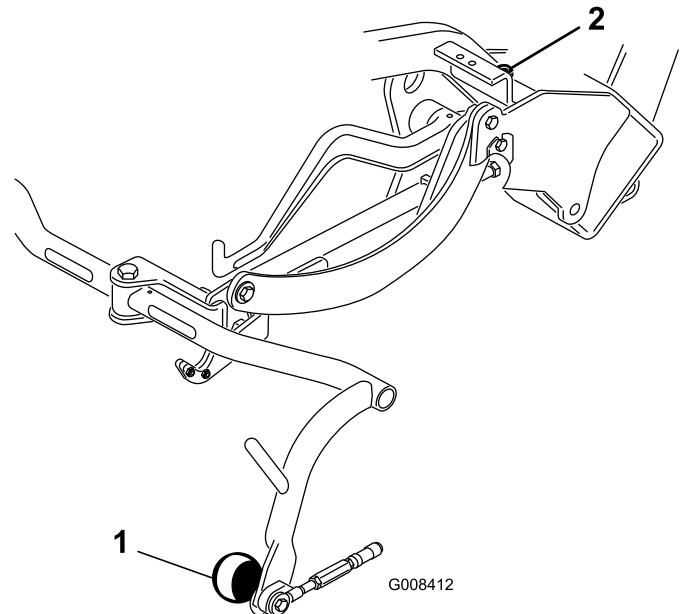

図 9
3. 調整が必要な場合には、キャリアフレームのストップねじ図 9についているジャムナットをゆるめ、ストップねじの高さを変えてキャリアフレームの高さを調整する。調整ができたならジャムナットを締めて調整を固定する。